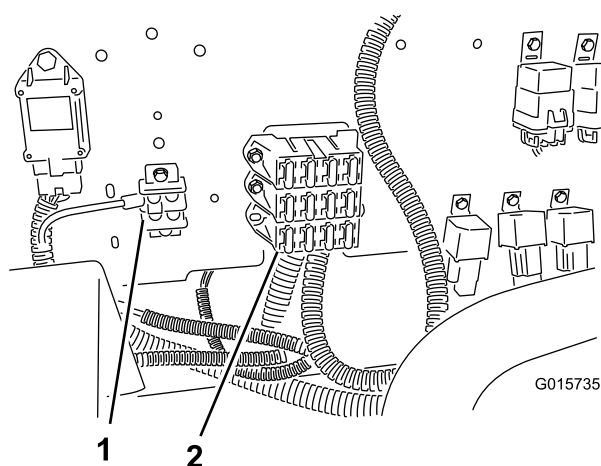

Figure 17
en le fixant au bas du porte-fusibles directement au-dessus (Figure 17).
4. Fixez la borne de masse du faisceau de câblage au bornier de masse (Figure 17).